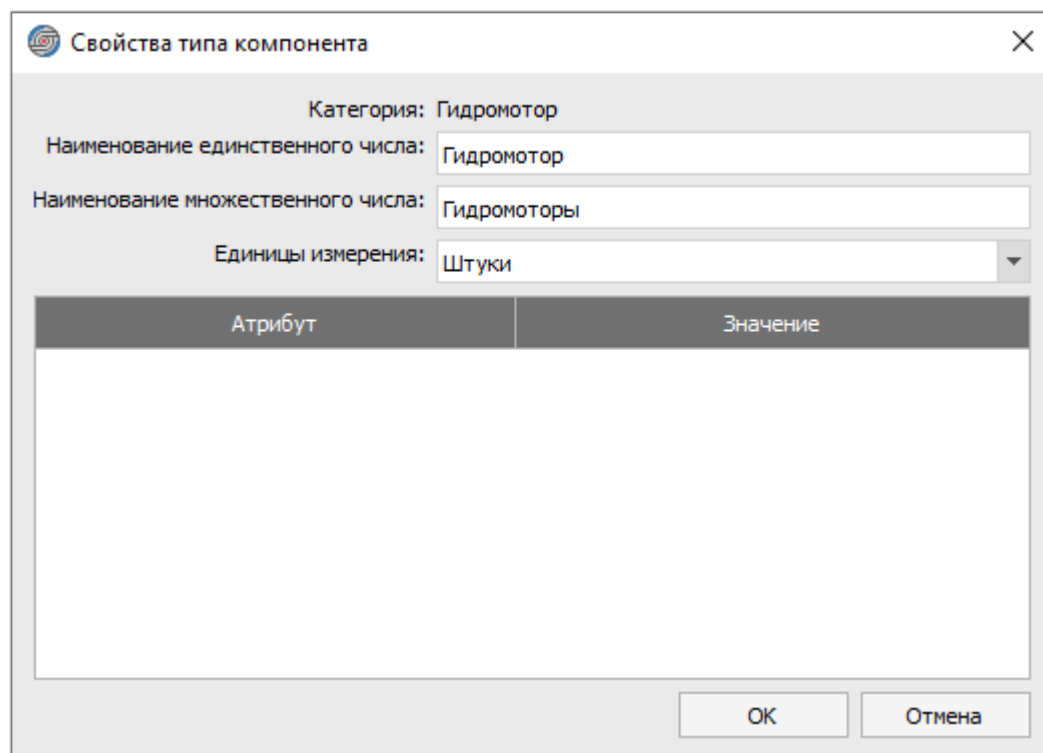

Рисунок 94. Диалоговое окно «Свойства типа компонента»
- 4) В открывшемся диалоговом окне «Свойства типа компонента» при необходимости изменить следующие значения (см. рисунок 94):